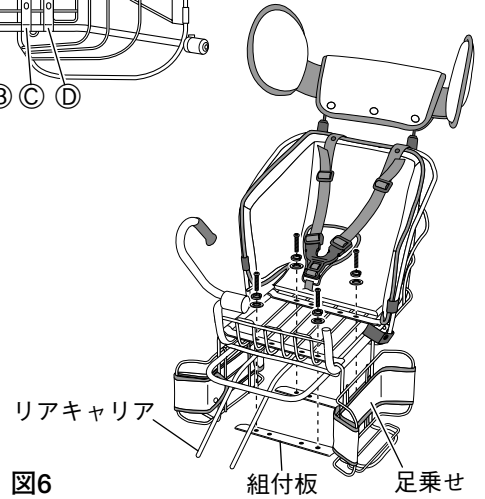

図6
2. 組付板をリアキャリアの下から、本体プレート板の孔に合うようにあてがいます。(図6)